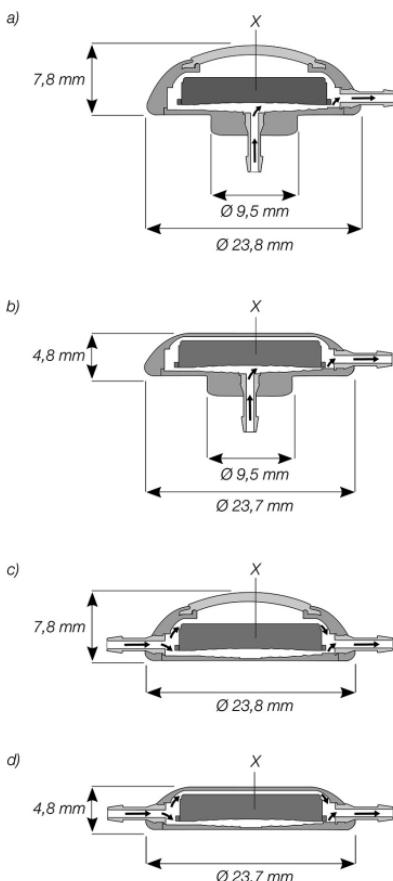

Abb. 1: *M.scio* mit integrierter Messzelle (X) in folgenden Varianten
*M.scio* ist in vier Varianten jeweils mit und ohne vorkonnektierten distalen Katheter verfügbar (Abb. 1).